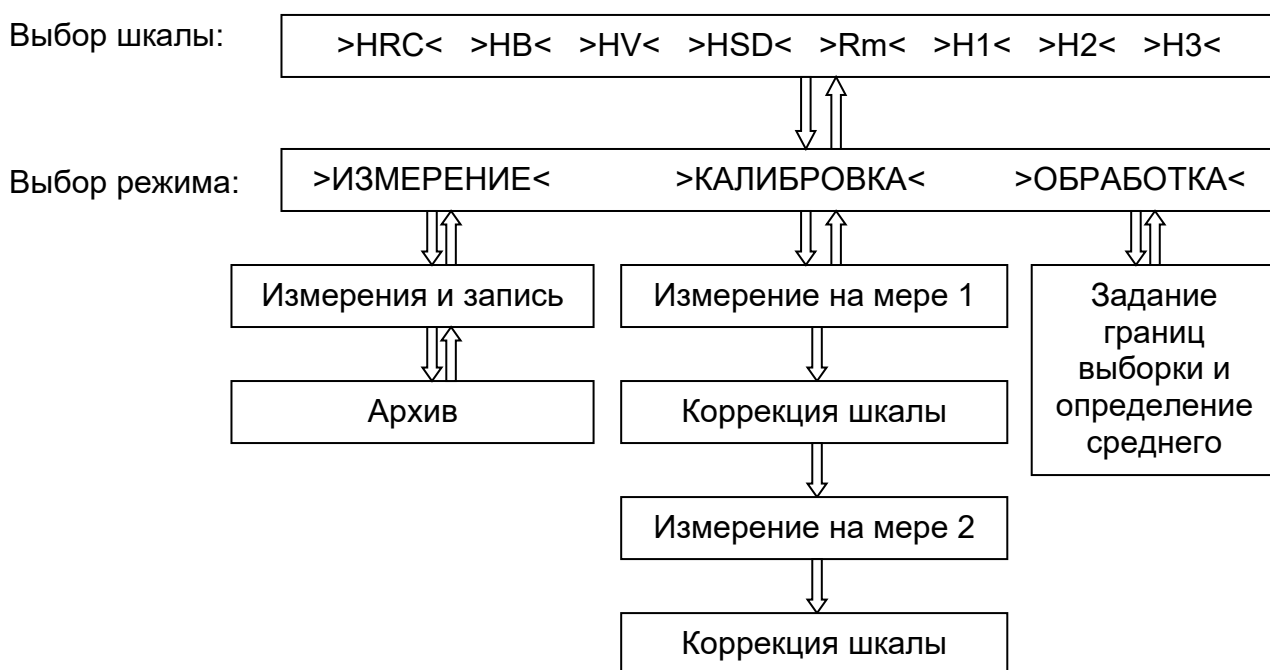

Рис. 6.1. Схема меню электронного блока
6.2.1.1. Для управления работой электронного блока твердомера существует трехуровневое меню, на каждом уровне которого возможен выбор режима работы твердомера (рис. 6.1.).